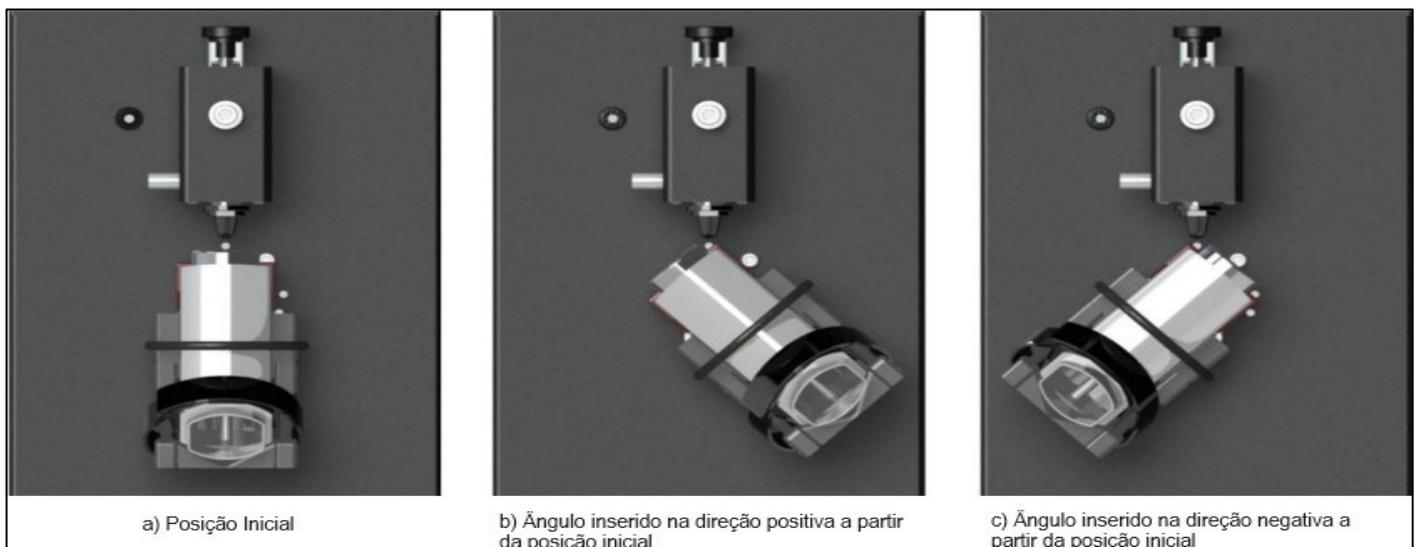

Figura 20. Cálculo da duração da agitação. Atuador Vereo modelo MDx (com dispositivo pMDI instalado).
- Atente-se que o tempo aproximado de duração da agitação é calculado e exibido para dar ao usuário uma ideia de quanto tempo o inalador pressurizado de dose calibrada (pMDI) será agitado. O cálculo é determinado pelo número de repetições inseridas, mais uma meia repetição adicional, dividida pela frequência inserida. Uma repetição completa do ângulo positivo conforme Figura 20 (a), para o ângulo negativo conforme Figura 20 (c) e de volta para o ângulo positivo Figura 20 (b). A meia repetição adicional é composta pelo quarto de repetição para mover o dispositivo pMDI da posição inicial Figura 20 (a), para o ângulo positivo inicial Figura 20 (a), e de volta para casa assim que a agitação estiver concluída.